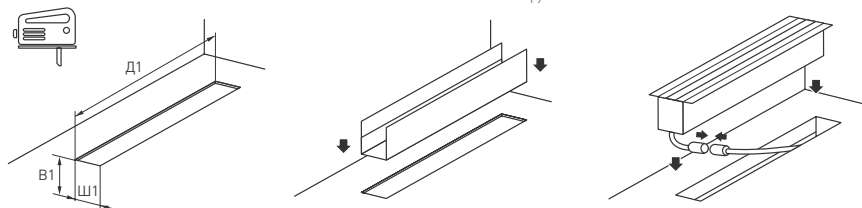

Рис. 3. Установка светильника в нишу
- 3.4. Закрепите закладную часть в месте установки. Закладная часть устанавливается непосредственно в плотный грунт или на поверхность стены и фиксируется в ней с помощью строительной смеси согласно типу поверхности (см. рис. 3).